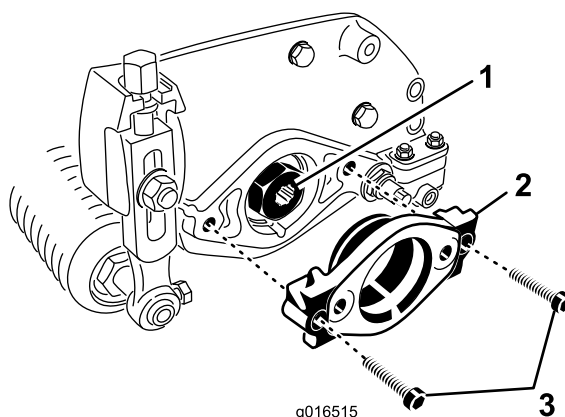

Figura 8
2. Retire los 2 tornillos allen que sujetan el soporte del motor al extremo izquierdo de la unidad de corte. Retire el soporte del motor (Figura 8).
3. Aplique grasa al diámetro interno del acoplamiento de tracción (Figura 8).
4. En el extremo izquierdo de la unidad de corte, aplique una capa fina de aceite a la junta tórica e instale el soporte del motor con los 2 tornillos Allen retirados anteriormente (Figura 8). Apriete los tornillos a 16-20 N-m.